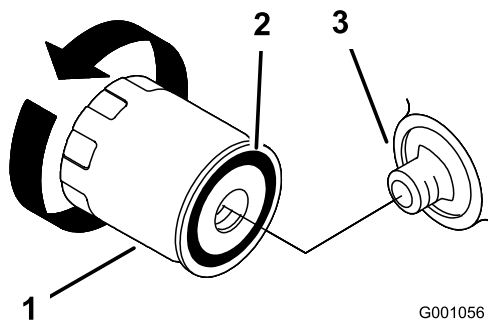

Figura 25
2. Remova o filtro de óleo antigo e limpe a superfície de vedação do adaptador do filtro (Figura 25).
3. Aplique uma fina camada de óleo para sistemas hidráulicos na junta de borracha do filtro de substituição (Figura 25).
4. Instale um filtro de óleo de substituição no adaptador do filtro, rode o filtro de óleo no sentido horário até que o vedante de borracha entre em contacto com o adaptador do filtro, em seguida, aperte o filtro mais 2/3 a 1 volta (Figura 25).